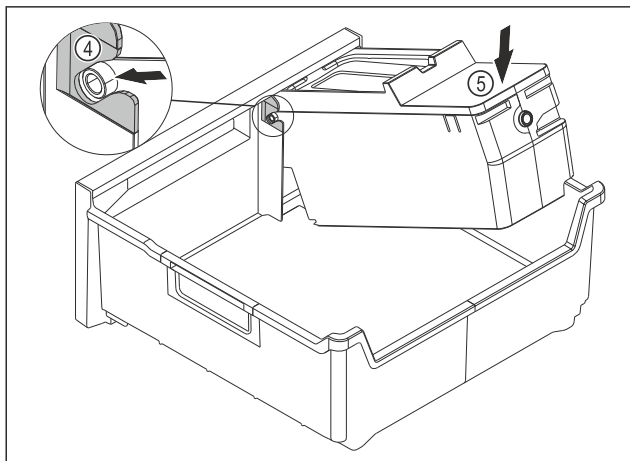

Fig. 110
- ▶ Смонтируйте корпус EasyTwist-Ice: Вставьте ось корпуса EasyTwist-Ice в направляющие Fig. 110 (4).
- ▶ Вдавите корпус EasyTwist-Ice Fig. 110 (5) вниз.